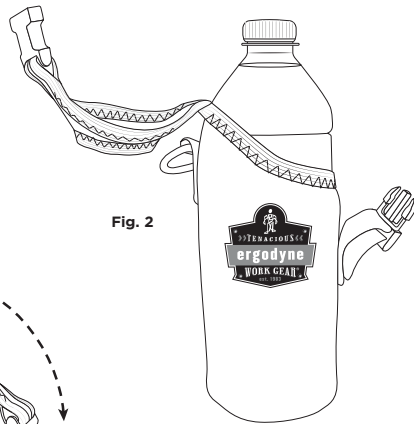

Fig. 2
2. Insert the water bottle or canister into the trap sleeve. [fig. 2]
2. Inserte la botella de agua o envase en la funda de anclaje [fig. 2].
2. Insérez la gourde ou la bouteille d'eau dans la gaine du Trap. [fig. 2]